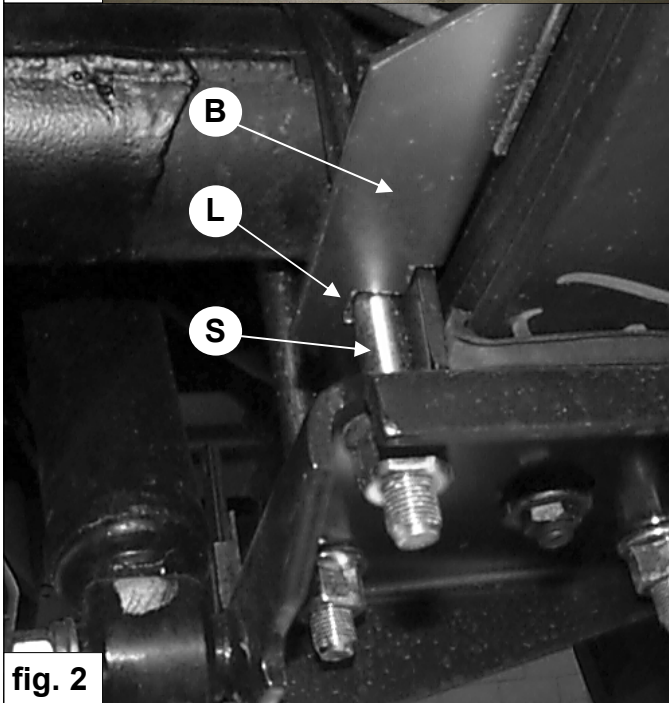

fig. 2
4. Monteer beugel **B** voor de achteras op de bladveer. Let op dat de uitsparing in strip **L** om de veerstroep **S** haakt. Zie fig.2.